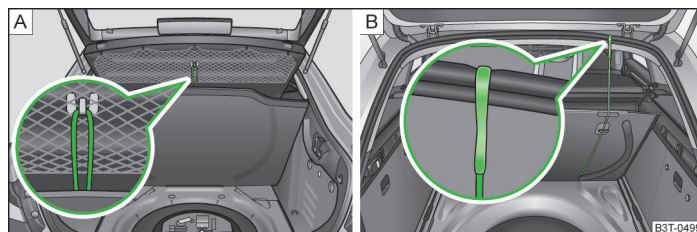

Fig. 87 Fixation du revêtement du coffre à bagages : Superb / Superb Combi
- Superb : à l'aide de la boucle à l'un des crochets de la tablette du coffre à bagages » fig. 87 - **A** ;
- Superb Combi : à l'aide du crochet sur le châssis du hayon du coffre à bagages » fig. 87 - **B**.